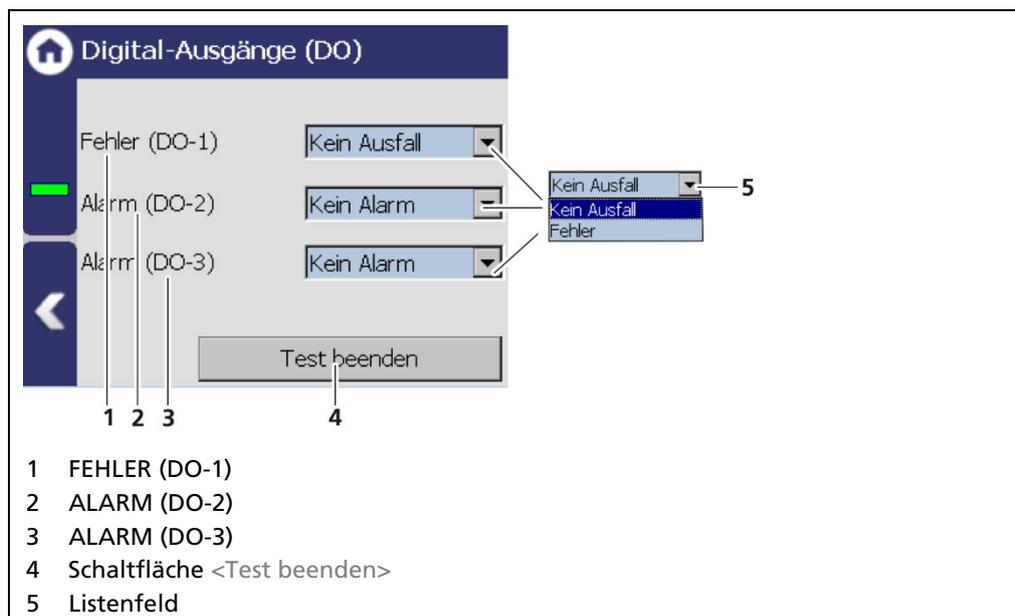

Abb. 128 Digital Ausgang Simulation
1. Klicken Sie auf das Listenfeld (Abb. 128, Pos.5) und wählen Sie „Fehler“ bzw. „ALARM“ für die Simulation aus.
2. Klicken Sie auf die Schaltfläche <Test beenden> (Abb. 128, Pos.4), um die Simulation zu stoppen.